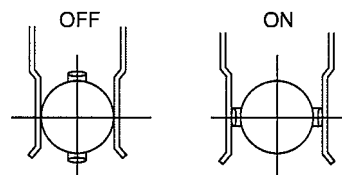

図5.2.3
- ・⑫インタミットギアの段数は通常は3段ですが、バルブのストロークが大きい場合には4段に組み込まれます。
- ・ロータの接点は、図5.2.3のように水平でON、垂直でOFFとなります。